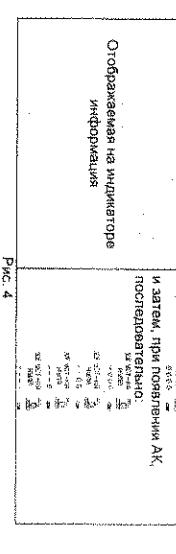

Рис.5
На индикаторе отображается сообщение (Рис.5), информирующее о процессе установки нуля:
– нажать на кнопку «**старт**», после чего на индикаторе будет выдан ряд сообщений (рис.5), информирующих о процессе установки нуля.